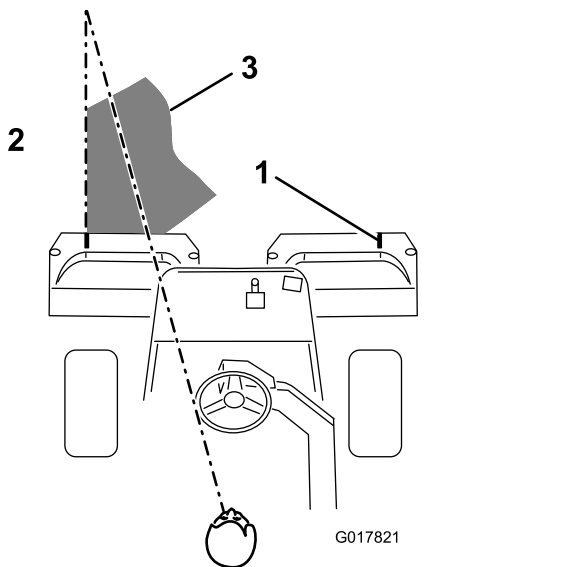

Рисунок 41
3. При каждом последующем проходе перекрытие предыдущего прохода должно быть минимальным. Чтобы машина всегда двигалась по газону строго по прямой с сохранением интервалов от края предыдущей скошенной полосы, создайте воображаемый ориентир 1,8-3 м перед машиной на краю нескошенной части газона (Рисунок 41). Некоторым операторам удобно использовать как часть ориентира наружный край рулевого колеса, т.е. удерживать край рулевого колеса совмещенным с точкой, которая всегда находится на одном и том же расстоянии от переднего края машины (Рисунок 41).